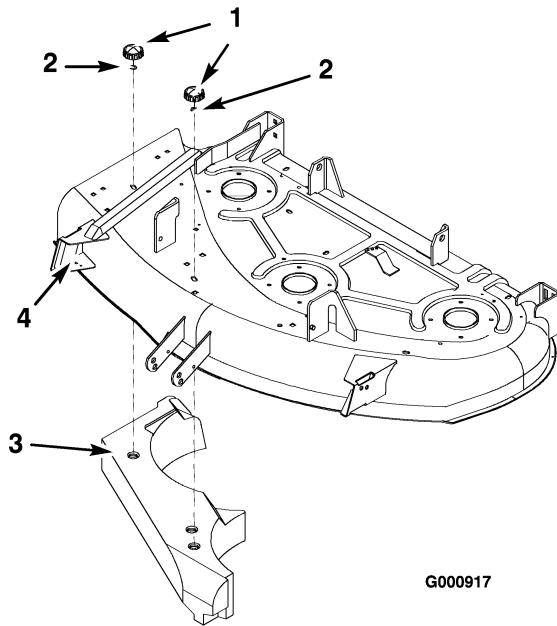

Figura 18
2. Retire los pomos de la parte superior de la plataforma del cortacésped que fijan el deflector de la derecha (Figura 18).
3. Levante el deflector y desengánchelo del deflector de la izquierda (Figura 18).
anteriormente en los taladros abiertos del cortacésped para mayor seguridad (Figura 18).
2. Retire los pernos y las tuercas de los taladros que corresponden al deflector (Figura 18).
4. Coloque el deflector derecho dentro de la cámara de corte de manera que la proyección encaje con el deflector de la izquierda (Figura 18).
5. Fije el deflector con las arandelas curvas y los pomos que se retiraron anteriormente (Figura 18).